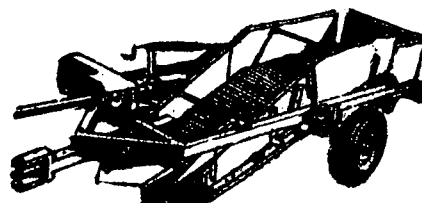

Fig. 2
*CASE II - TRAILED DIGGER (Fig. 2).*